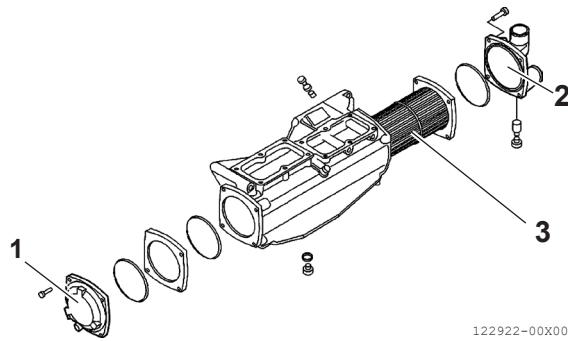

Figura 16
4. Rimuovere i coperchi (**Figura 16, (1)**) e (**Figura 16, (2)**) sul banco di lavoro o in un luogo idoneo.
5. Estrarre il fascio tubiero (**Figura 16, (3)**).